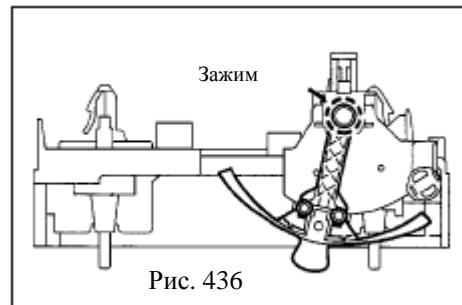

Рис. 436
(1) Замените дефектную деталь и произведите установку в порядке, обратном демонтажу
(2) Примечания:
- При установке тяги управления подачи теплого и холодного воздуха в главном блоке кондиционера воздуха, установите соединяющее коромысло тяги в положение наибольшего хода при охлаждении, затем вдавите тягу в крепление.(рис. 436) Не перекручивайте кабель. Убедитесь в том, что кнопка регулировки температуры вращающейся панели может останавливаться в максимальных положениях, как при выборе максимального охлаждения, так и при выборе максимального нагрева, и что она не возвращается обратно самопроизвольно.